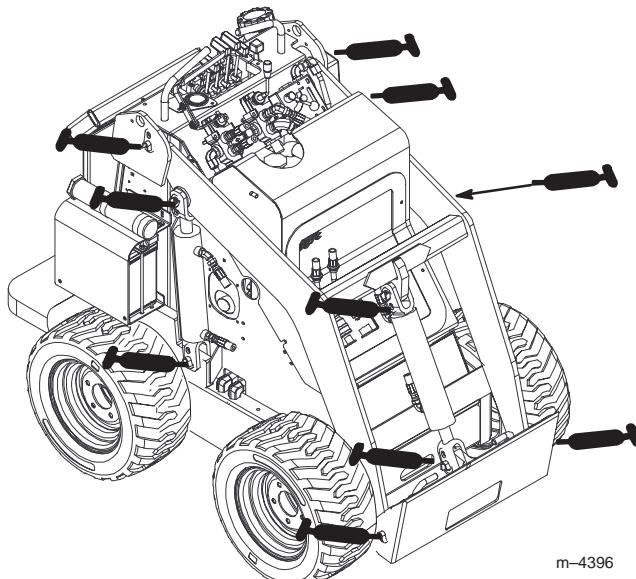

Figure 23
- Raccordez une pompe à graisse à chaque graisseur (Fig. 23 et 24).